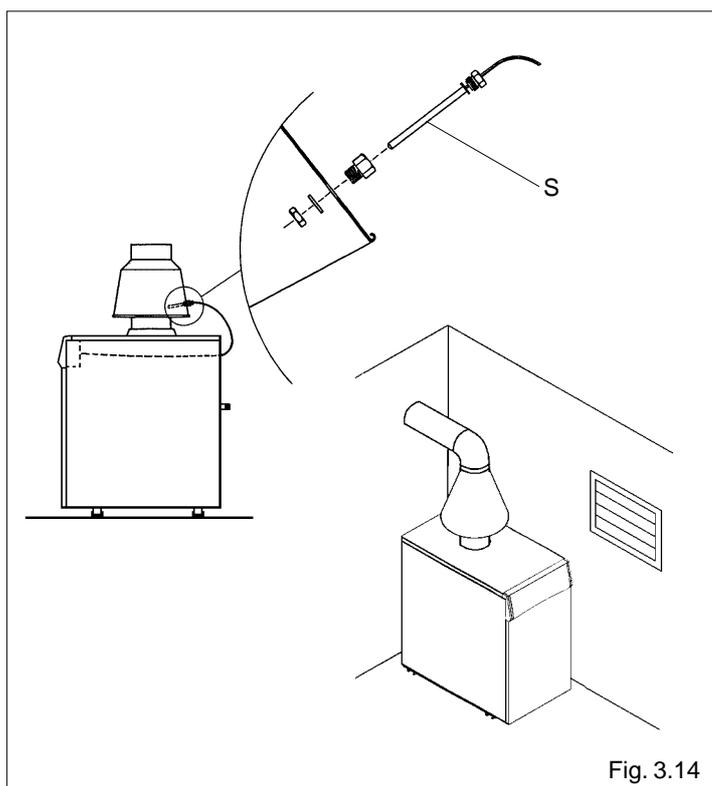

Fig. 3.14
- Colocar la sonda (S) del termostato de salida de humos (que se encuentra en la parte posterior del grupo térmico) en el agujero del cortatiro, y bloquearla con la tuerca (fig. 3.14).